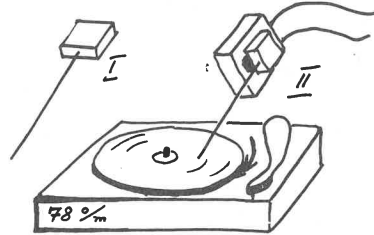

Fig. 21
f) Tilbage til pladespilleren. Der ligger en »78'er« på pladetallerkenen. Piezo-æsken er stadig tilkoblet LF-forstærkeren og højttaleren. »I« på fig. 21 forestiller en lille klods med en